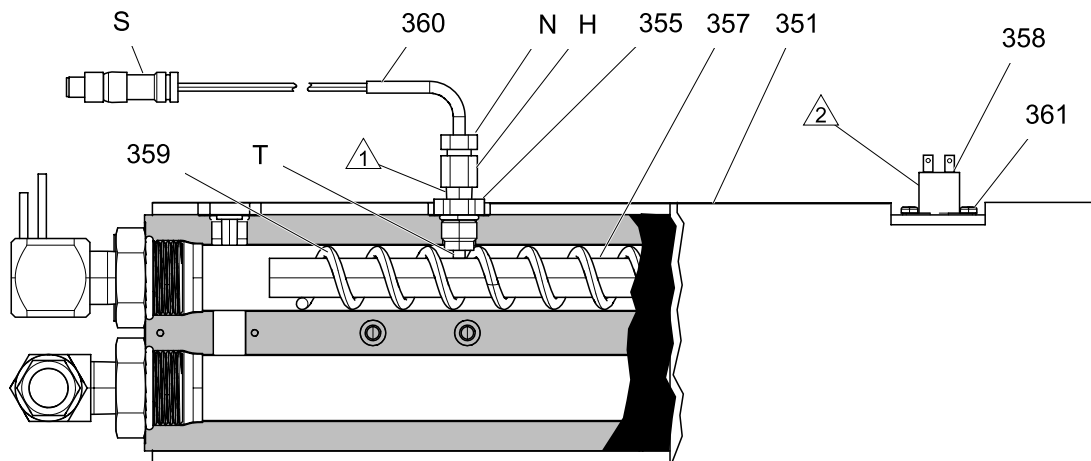

Figure 25
16. Aby wymontować element grzewczy, najpierw wymontować element RTD (360), aby uniknąć uszkodzeń. Patrz część Wymienić RTD, page 87, punkt 7.
17. Wymontować element grzewczy (357) z obudowy (351). Uważać, aby nie rozlać płynu pozostałego w obudowie. Patrz Rys. 25.
19. Zamontować nowy element grzewczy (357), trzymając mieszałdo (359) w taki sposób, aby nie blokowało portu RTD (P).
20. Ponownie zamontować element RTD (360), Wymienić RTD, page 87.
22. Zamontować osłonę podgrzewacza (266).